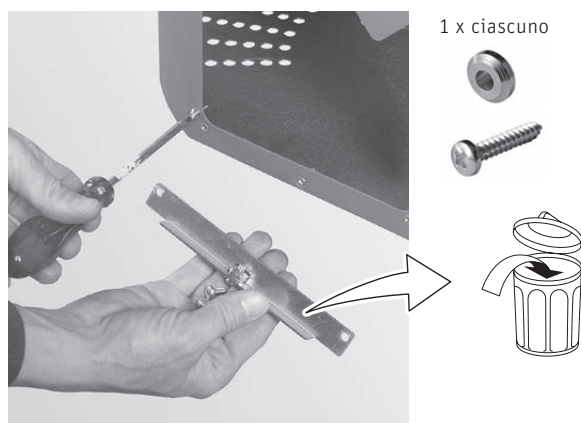

Fig. 125 Montare la chiusura a baionetta, Svitare l'angolare e smaltirlo, non è più necessario
- ▶ Avvitare la chiusura a baionetta con una vite per lamiera 2,9x16 nella parte inferiore sinistra della stiva – Fig. 125.
- ▶ Svitare l'angolare sotto la stiva, non è più necessario, smaltirlo in modo conforme, nessun rimborso previsto! – Fig. 125.